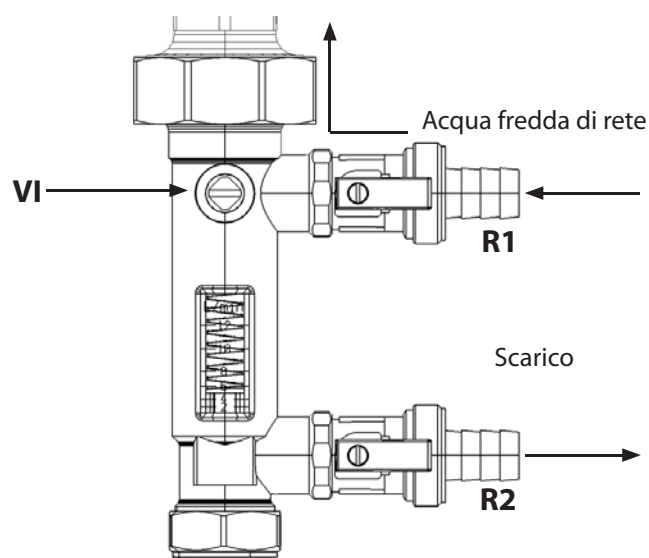

figura 10.2
Chiudere la valvola di intercettazione VI (vedi figura 10.2)
- ❖ I rubinetti devono essere aperti e la valvola di intercettazione VI deve essere chiusa (vedi figura 10.2).